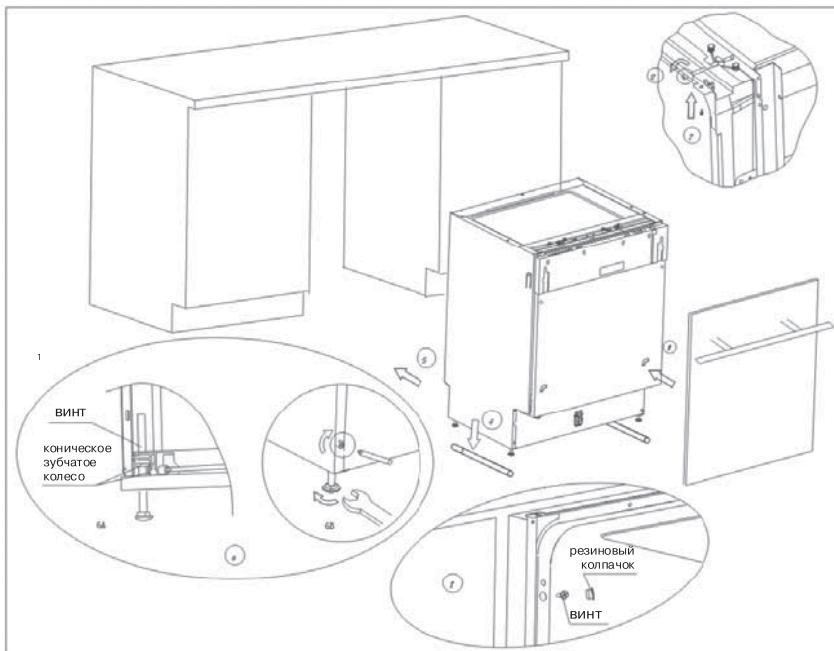

Рис. 7. Последовательность установки посудомоечной машины.
1. Используя скобы, прикрепите декоративную дверцу от вашей мебели к дверце машины (см. п. 1 на рис. 7).
стрелки для того, чтобы ослабить пружины дверцы. Невыполнение данной операции может привести к повреждению посудомоечной машины (см. п. 2 на рис. 7).
6. Поместите посудомоечную машину на направляющие (см. п.4 на рис. 7).
9. Выровняйте машину. Задние ножки можно регулировать винтами, расположенным спереди (см. п. 6а на рис. 7). С помощью ключа отрегулируйте передние ножки (см.п. 6в на рис. 7).
- A. Если у Вас столешница из дерева или ДСП, прикрутите машину к ней шурупами по дереву, будьте осторожны, вес машины может вырвать шурупы из дерева (см. п. 7 на рис. 7).
- B. Если у Вас мраморная или гранитная столешница используйте скобы, чтобы прикрепить машину к стенам соседней мебели, при этом необходимо закрыть винты резиновыми шляпками, чтобы не повредить столешницу (см. п. 8 на рис. 7).